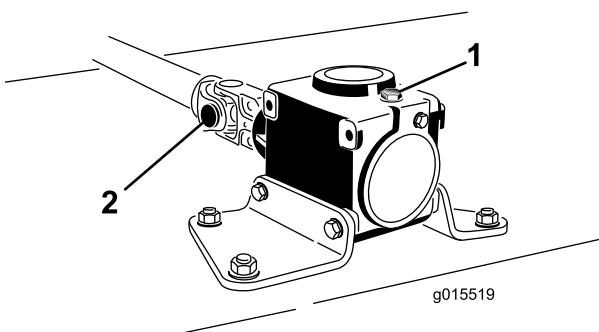

Рисунок 3
- Извлеките цилиндрический штифт из концевой вилки и вала редуктора (Рисунок 3).
- Ослабьте два колпачковых винта с контргайками (Рисунок 3).